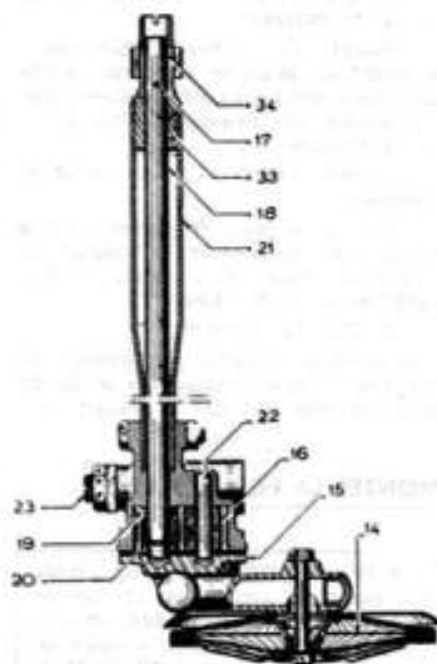

Fig. 1. — Vue en coupe de la pompe à huile.
* Retirer de la pompe l'ensemble des filtres (14). (figure 1)
* Démontez le fond de la pompe (15) et dégager le pignon fou (16).
* Extraire le pignon de commande (34) (qui n'est plus goupillé) de l'arbre (18). (Utiliser, si possible, l'extracteur 1964 T sans sa coiffe), en plaçant un grain cylindrique entre la vie de l'extracteur et l'arbre (18), pour ne pas abîmer ce dernier.
* Engager l'axe (22) du pignon fou, support (21), à l'aide d'une presse à crémaillère. (fig. 1)
* Engager l'axe (22) du pignon fou, placer le pignon fou (16), et s'assurer qu'il tourne librement, présenter le pignon fixe (19). Placer une règle sur la face d'appui du fond de pompe, et, à l'aide d'une cale, mesurer le jeu entre pignon et règle. Il ne doit pas dépasser 0,05 mm. Enlever le pignon fixe (19).
* Monter le support (21). Serrer l'écrou de la vis de blocage du tube support sur corps de pompe à 2,5 m/kg et goupiller.
* Placer la clavette du pignon fixe sur l'arbre (18). Poser le pignon, le faire glisser pour dégager la gorge des demi-segments, mettre en place les demi-segments (20) et ramener le pignon à sa place.
* Engager l'arbre (18) dans le corps de pompe et serrer.
* Suiffer l'entrée de l'alésage du pignon de commande (34). A l'aide d'une presse, mettre en place sur l'arbre (18) le pignon (34).